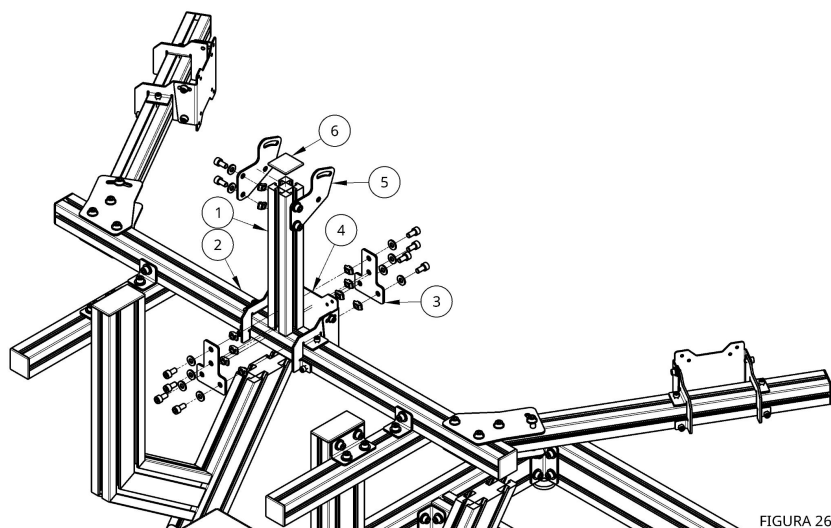

FIGURA 26
Posicione, de maneira centralizada, o perfil de alumínio (1) sobre a travessa que segura o monitor central (2), conforme mostra a Figura 26.